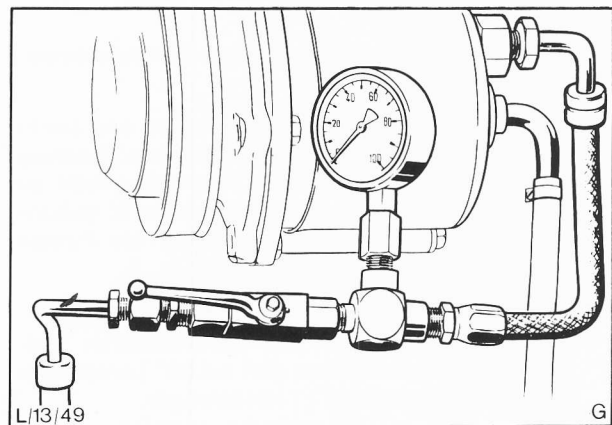

Abb. 54 Angeschlossenes Drucktestgerät
5. Flexiblen Schlauch des Drucktestgeräts 13-007 an die Pumpe anschließen, Ventillseite an die Druckleitung. Ventil gegen den Uhrzeigersinn öffnen, Abb. 54.